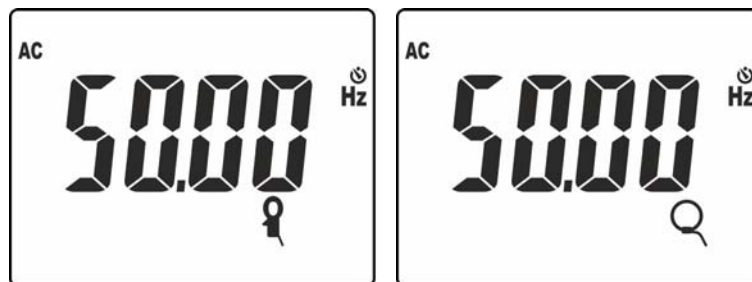

Fig. 40: Risultato misura di frequenza con pinza standard e flessibile
9. Premere il tasto **MODE/MXMNPK** per visualizzare il valore della frequenza della corrente AC con risoluzione elevata (vedere Fig. 40)